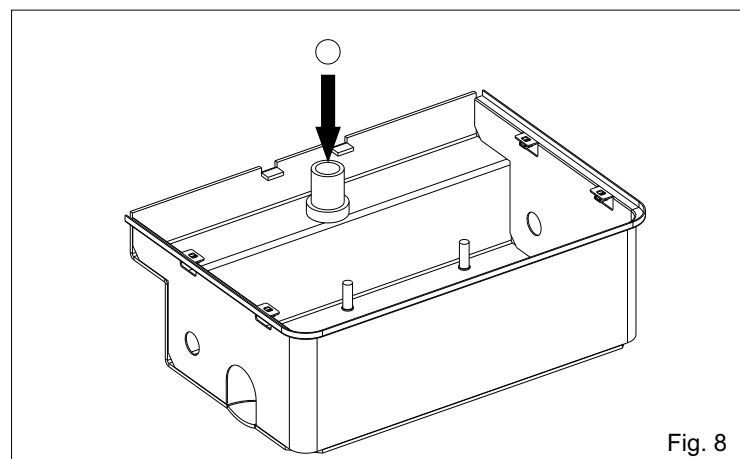

Fig. 8
2.4. Inserire la sfera nell'albero forato (Fig. 8)